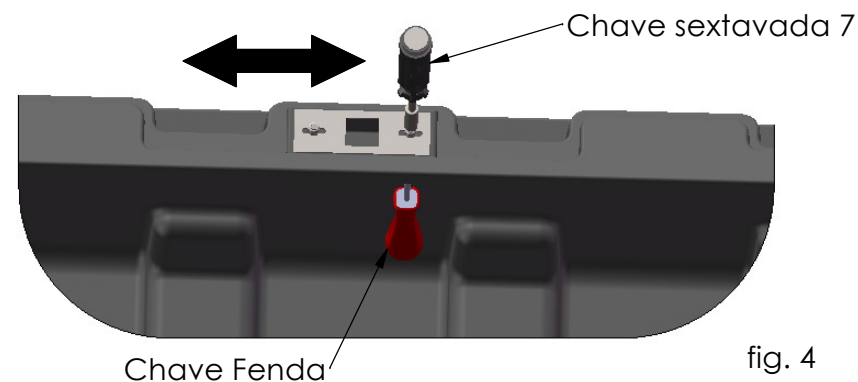

fig. 4
- Afrouxe as porcas deixando o espelho levemente solto. Em seguida, posicione o espelho para um dos sentidos mostrados na fig. 4;